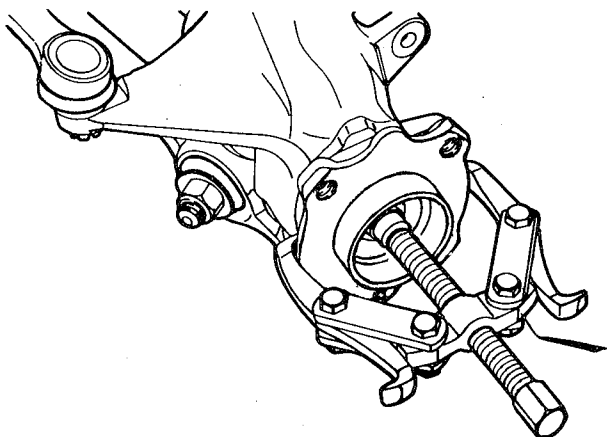

fig. 22
11. Remover o cubo fazendo uso, se necessário, de um extrator com duas pinças (fig. 22)